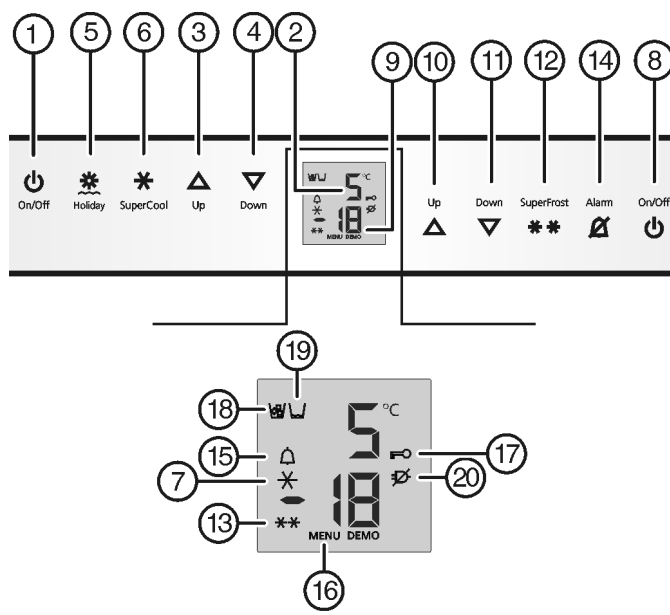

Fig. 2
- ▶ Stiskněte tlačítko On/Off mrazničky Fig. 2 (8).
- ▶ Stiskněte tlačítko On/Off chladničky Fig. 2 (1).
- ▶ Aktivace režimu nastavování: Stiskněte tlačítko SuperFrost Fig. 2 (12) asi na 5 sekund.
- ▷ Symbol Menu Fig. 2 (16) svítí.
- ▶ Pro potvrzení krátce stiskněte tlačítko SuperFrost Fig. 2 (12).
- ▶ Pro zapnutí dětské pojistky krátce stiskněte tlačítko SuperFrost Fig. 2 (12).
- ▷ Symbol dětské pojistky Fig. 2 (17) svítí. Na displeji bliká **c**.
- ▶ Pro vypnutí dětské pojistky krátce stiskněte tlačítko SuperFrost Fig. 2 (12).
- ▷ Symbol dětské pojistky Fig. 2 (17) zhasne. Na displeji bliká **c**.
- ▶ Ukončení režimu nastavení: Stiskněte tlačítko On/Off pro mrazničku Fig. 2 (8).
- ▶ Stiskněte tlačítko Alarm Fig. 2 (14).
Současně bliká ukazatel teploty a symbol Alarm Fig. 2 (15).
Výstražný bzučák se vypne automaticky, symbol Alarm Fig. 2 (15) se vypne a ukazatel teploty přestane blikat, když je teplota zase dostatečně nízká.